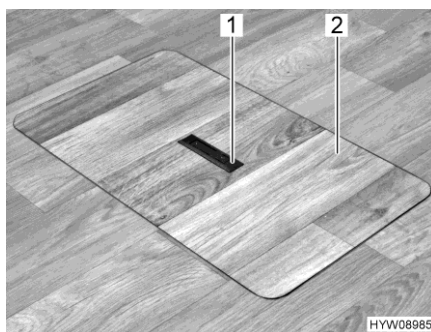
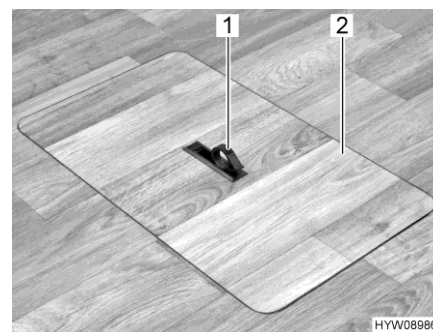

Fig. 45 Cubierta del compartimento de almacenamiento en el piso (tirador hundido)
Fig. 46 Cubierta del compartimento de almacenamiento en el piso (tirador girado hacia fuera)
- Presionar hacia abajo un lado de la placa de agarre (Fig. 45,1). El tirador (Fig. 46,1) girará hacia arriba.
- Retirar la cubierta (Fig. 46,2) hacia arriba.
- Insertar la cubierta (Fig. 46,2) en el marco en el piso.